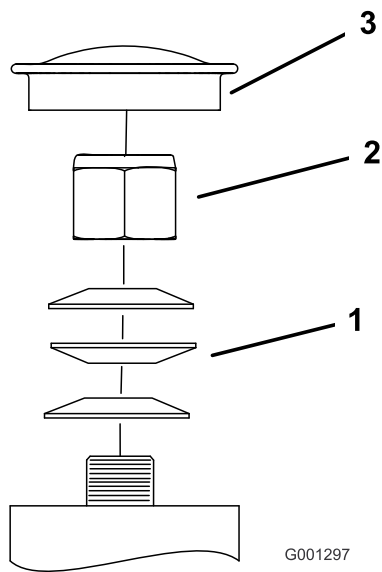

Bild 56
3. Entfernen Sie den Staubdeckel vom Laufrad und ziehen Sie die Sicherungsmutter an (Bild 56).
4. Ziehen Sie die Sicherungsmutter an, bis die Federscheiben flach liegen und schrauben Sie dann um Viertelumdrehung zurück, um die Lager richtig vorzuspannen (Bild 56).
Wichtig: Achten Sie darauf, dass die Federscheiben richtig eingesetzt sind, siehe Bild 56.
5. Setzen Sie den Staubdeckel auf (Bild 56).